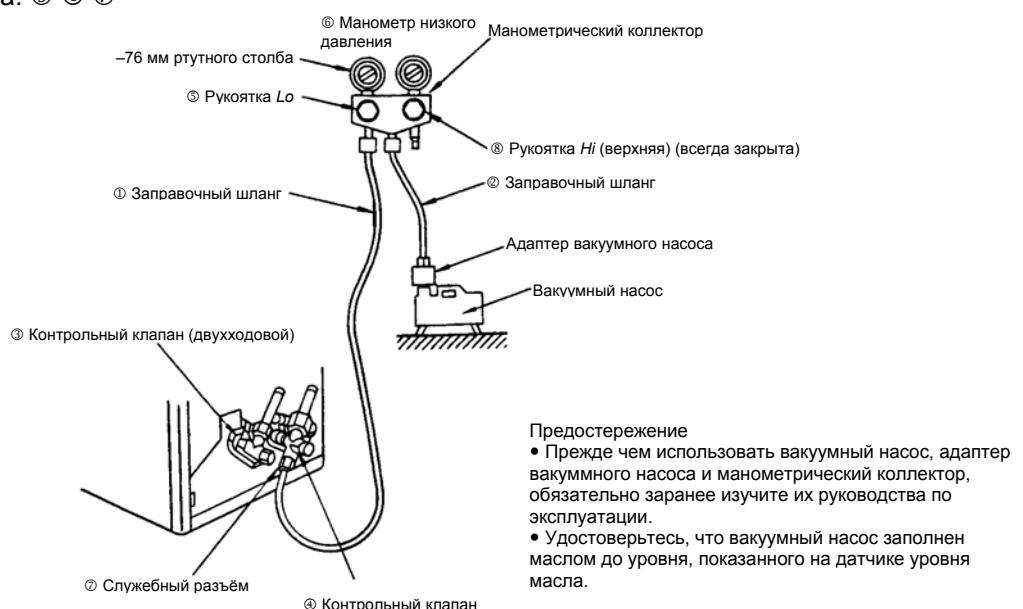

Рис. 6: расположение компонентов во время продувки воздухом с помощью вакуумного насоса
- (1) Продувка воздухом с помощью вакуумного насоса и выявление утечек (см. рис. 6)
- Подсоедините заправочный шланг к внешнему блоку. ①
- Подсоедините заправочный шланг к адаптеру вакуумного насоса. ②